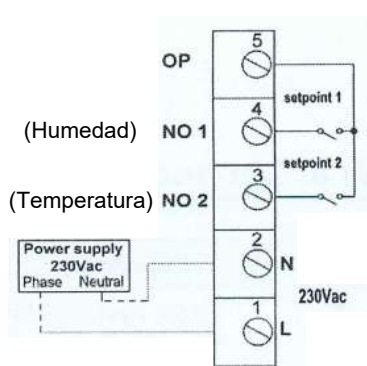

Fig. 3
- Conectar los cables a los terminales (fig. 3) asegurarse que están correctamente conectados y seguros.